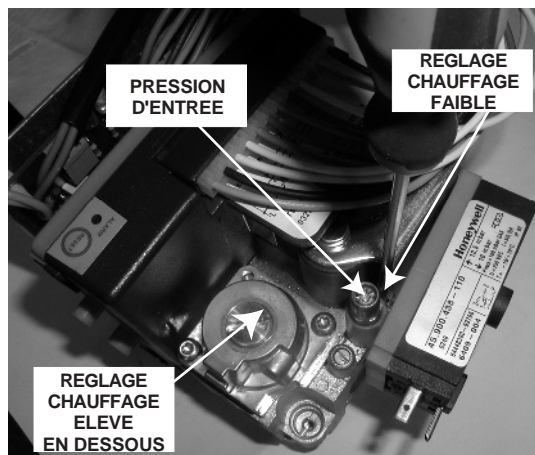

Fig. 25
- Vérifier et régler en cas de besoin la pression d'entrée de la vanne à 20 mbars (G20) ou 25 mbars pour Groningue (G25) après allumage du brûleur gaz. (figure 25)